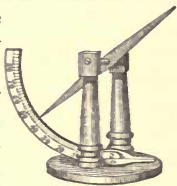

FIG. 37.
3. Eine Magnetnadel, die an einem Faden in ihrem **Schwerpunkte** aufgehängt ist, stellt sich an jedem Orte der Erde in die Richtung ein, welche die Tangente an die Kraftlinie des Erdfeldes an diesem Orte hat. Hierbei wird der Nordpol der Nadel von dem magnetischen Südpol der Erde angezogen und weist daher nach Norden. Die Nadel stellt sich in allen Punkten des magnetischen Äquators wagrecht, während sie in unseren Breiten eine stark nach unten geneigte Lage annimmt, da die Kraftlinien hier bereits stark abfallen. Der Winkel, den ihre magnetische Achse mit der Horizontalen bildet (vgl. Fig. 37), heißt die **magnetische Inklination** des betreffenden Ortes; sie beträgt in Deutschland jetzt etwa 66° (für Potsdam¹ war die Inklination im Jahre 1904 = $66^\circ 19,6'$). Je weiter man sich von dem magnetischen Äquator nach Norden oder Süden entfernt, um so steiler stellt sich die Magnetnadel ein, die Inklination wächst also mit der geographischen Breite.